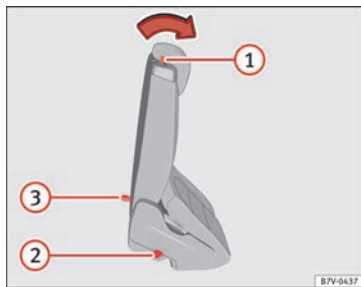

Fig. 158 Segunda fila de asientos: mandos de la ayuda de acceso.
• Si los hubiera, retire los objetos situados en la zona reposapiés de la segunda fila de asientos »» ❶.
• Empuje la palanca »» fig. 158 ❶ hacia delante y abata el respaldo del asiento trasero. Este asiento se abate por completo hacia delante »» ❷ y todavía se puede desplazar más longitudinalmente hacia delante.
• Entrar y salir del vehículo con cuidado »» ❸.
• Levante el respaldo del asiento trasero hacia arriba, en posición vertical. El asiento completo se recoge hacia atrás »» ❸.
• El asiento trasero debe quedar bien encastado para poder garantizar el efecto protector de los cinturones de seguridad en las plazas del asiento trasero. La marca roja »» fig. 158 ❷ no deberá verse »» ❸ en Plegar los asientos traseros como superficie de carga de la pág. 165.
Si la palanca »» fig. 158 ❶ no funciona, por ejemplo, después de un accidente, desde la tercera fila se pueden plegar hacia delante los asientos de la segunda fila para facilitar la salida desde la tercera fila »» ❸.
• Tire del asa »» fig. 158 ③ hacia atrás y abata el respaldo del asiento trasero. La banqueta completa se pliega hacia delante »» △.
- Una marca roja en el lado del asiento »» fig. 158 ② advierte que el respaldo no es-